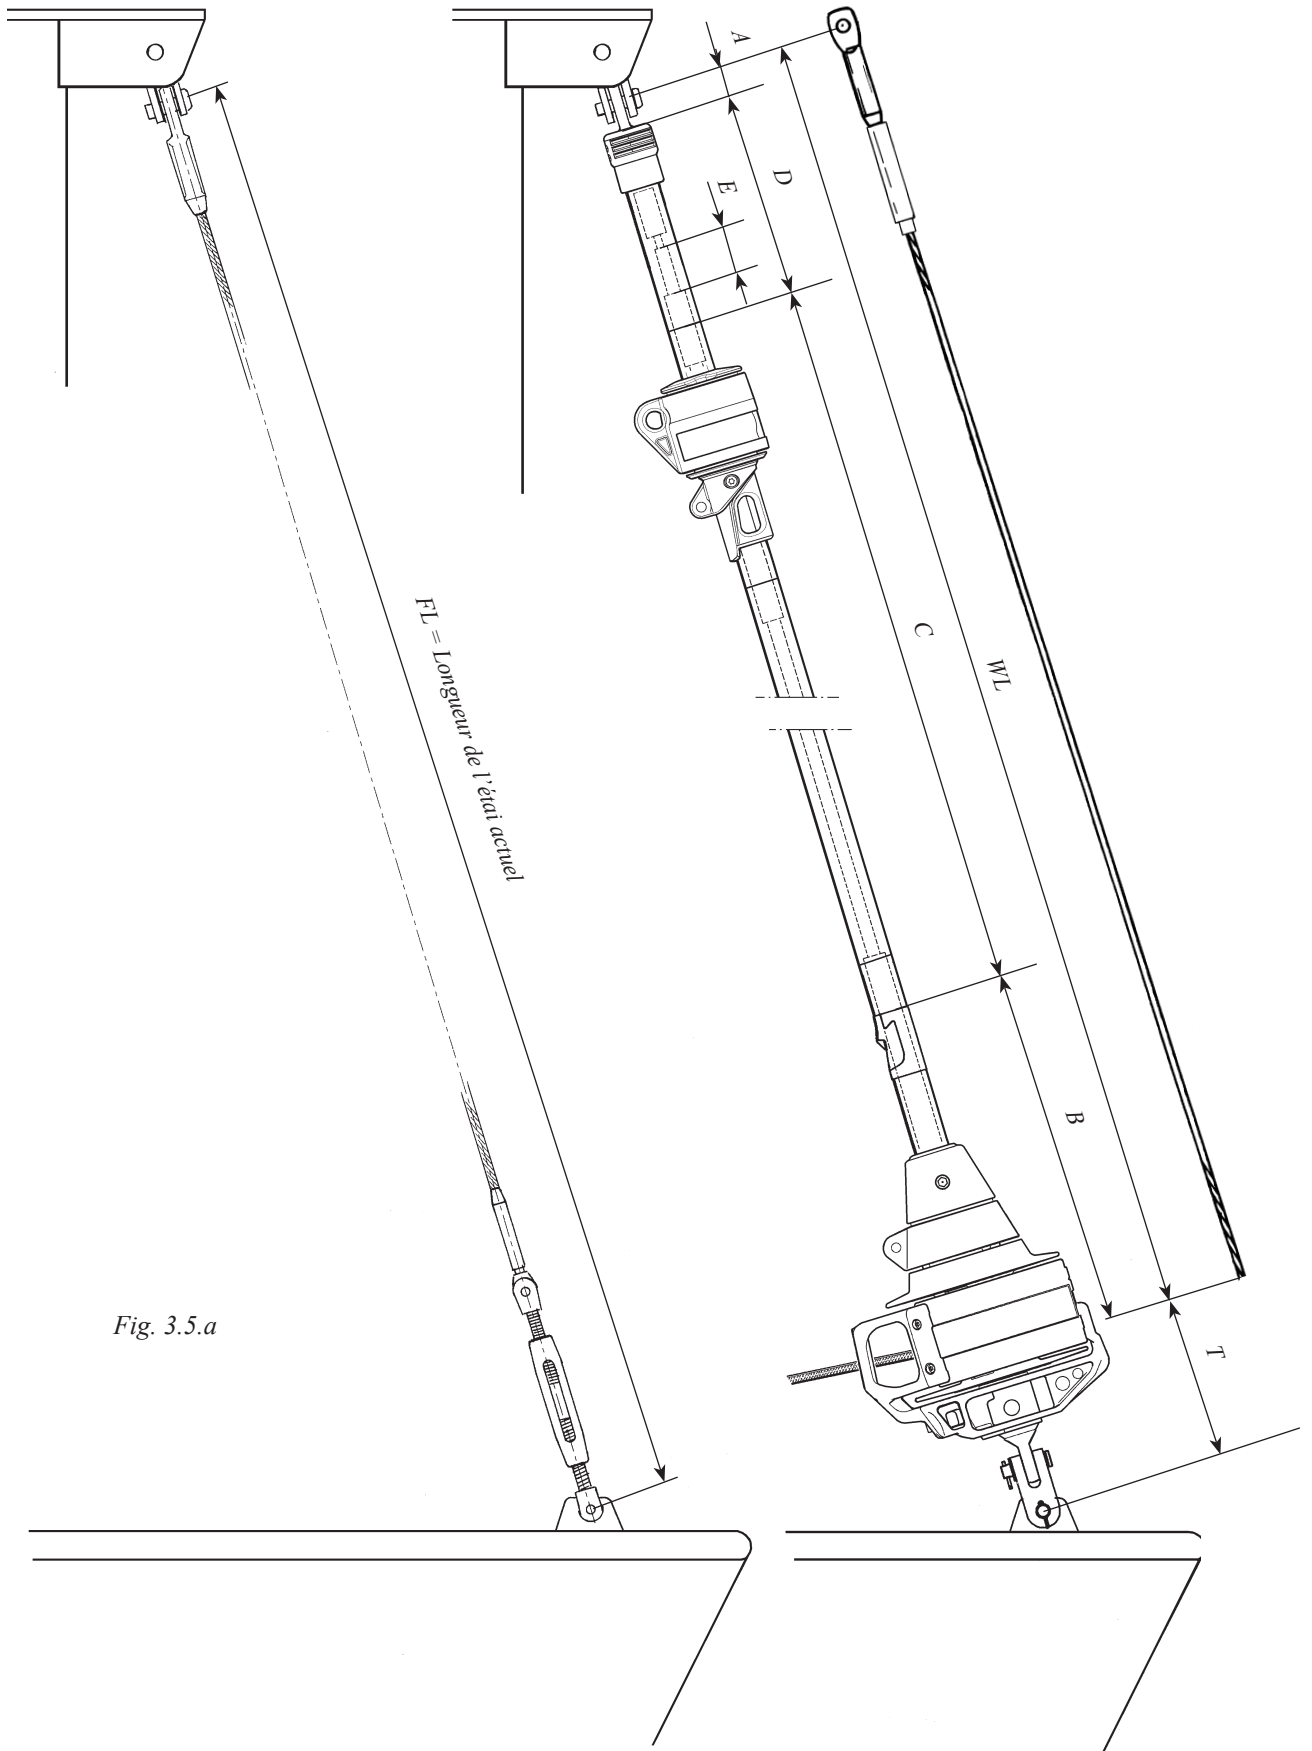

Fig. 3.5.a
16. Vérifier la longueur de l'étai FL selon le tableau 1 (3.5.1) & fig. 3.5.a. Si le ridoir Furlex est monté, le régler à mi-course ("Réglage du ridoir", voir tableau 14.1.1).